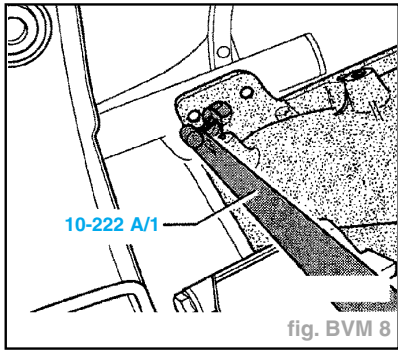

fig. BVM 8
- Accrocher maintenant la broche 10-222A/11 en bas à droite sur le bloc-moteur (fig. BVM 8).